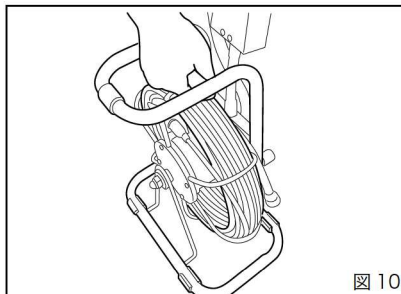

図 10
②手で持って移動される場合はケーブルドラム内にカメラヘッドを収納し、ケーブルドラムストッパーでケーブルを固定した状態で、持ち手部分を持って移動させてください。(図 10、11)